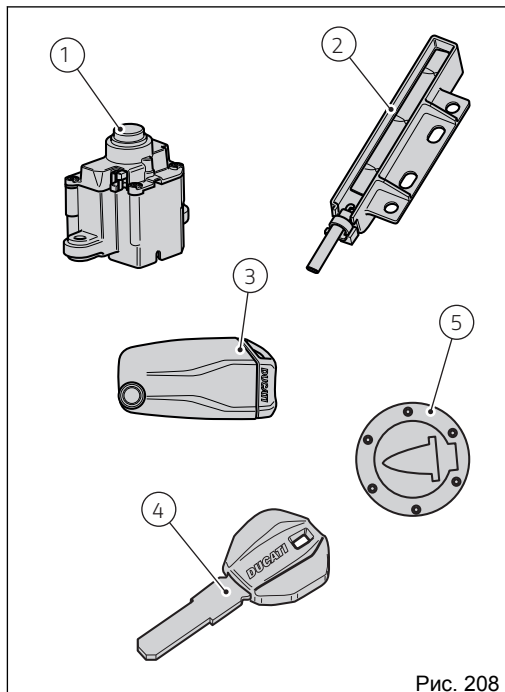

Рис. 208
Блок Hands free (1, Рис. 208) расположен в передней части топливного бака. Для доступа к нему достаточно снять защитную крышку (8), приподнимая ее вверх.
Включение осуществляется посредством кнопки (6), расположенной на руле, при наличии активного ключа (3, Рис. 208).
Выключение осуществляется кнопкой (6) на руле даже без ключа (3, Рис. 208) но при условии, что скорость мотоцикла равна нулю.
Включение зажигания осуществляется посредством кнопки (7), расположенной на блоке системы Hands free (1, Рис. 208), при наличии активного ключа (3, Рис. 208).
Выключение осуществляется нажатием кнопки (7), расположенной на блоке системы Hands free (1, Рис. 208), даже при отсутствии ключа (3, Рис. 208).
Включение осуществляется посредством серой кнопки (6), расположенной на руле, при наличии пассивного ключа (4, Рис. 208).
Выключение зажигания осуществляется серой кнопкой (6) на руле даже без ключа (4, Рис. 208), но при условии, что скорость мотоцикла равна нулю.
Включение осуществляется посредством кнопки (7), расположенной на блоке системы Hands free, при наличии пассивного ключа (4, Рис. 208).
Выключение осуществляется посредством кнопки (7), расположенной на личинке системы Hands free (1, Рис. 208) даже при отсутствии ключа (4, Рис. 208).
Включение зажигания происходит нажатием кнопки (7) на блоке системы hands free (1, Рис. 208) без наличия ключей (3) и (4) путем ввода pin-кода на приборной панели.